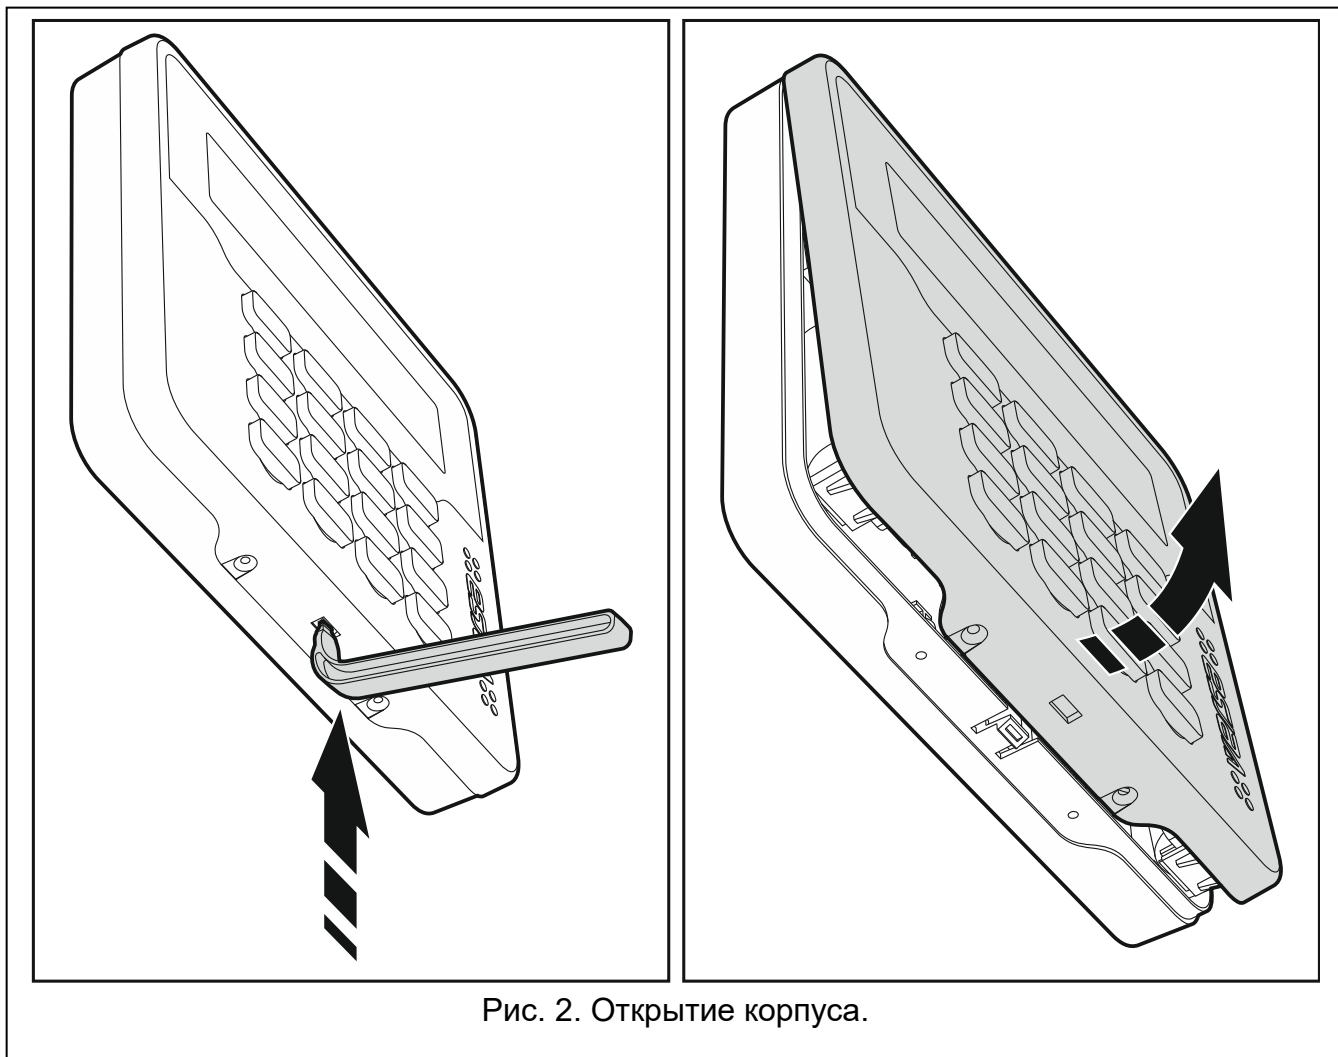

Рис. 2. Открытие корпуса.
1. Откройте корпус клавиатуры (рис. 2). Представленный на рисунке инструмент, предназначенный для открытия корпуса, поставляется с устройством.
6. Откройте корпус клавиатуры (рис. 2).